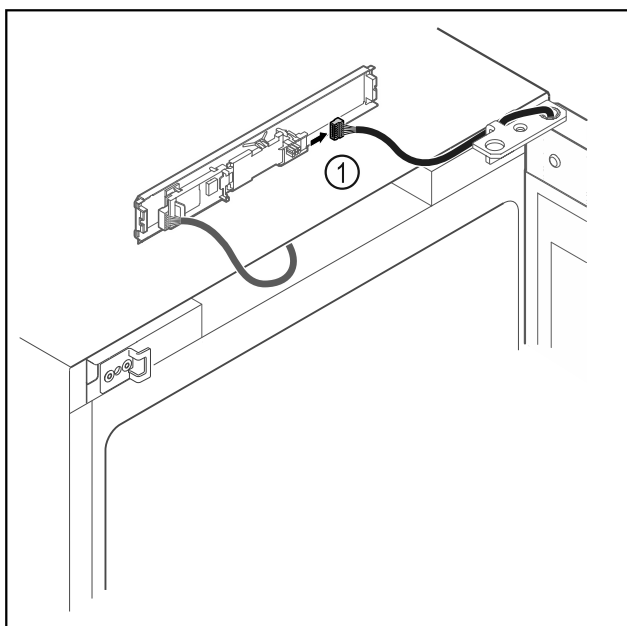

Fig. 6
- Αποσυνδέστε το φιλ Fig. 6 (1) από την πλακέτα.